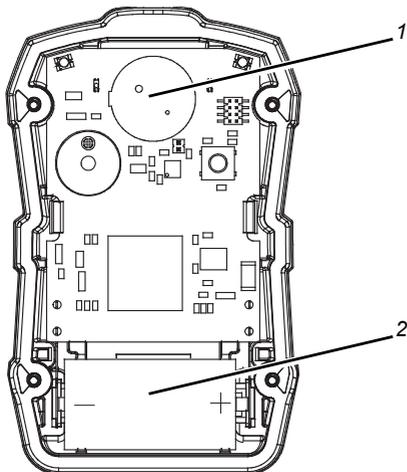

Abb. 14 Sensor- und Batteriewechsel
- (1) Sicherstellen, dass das Gerät ausgeschaltet ist.
- (2) Die vier Gehäuseschrauben lösen und entfernen und das vordere Gehäuseteil abnehmen, um Zugang zum Sensor zu erhalten (im oberen Teil des Geräts in der Nähe der Alarm-LEDs → Abb. 14).
- (3) Den Sensor sorgfältig herausnehmen und ordnungsgemäß entsorgen.